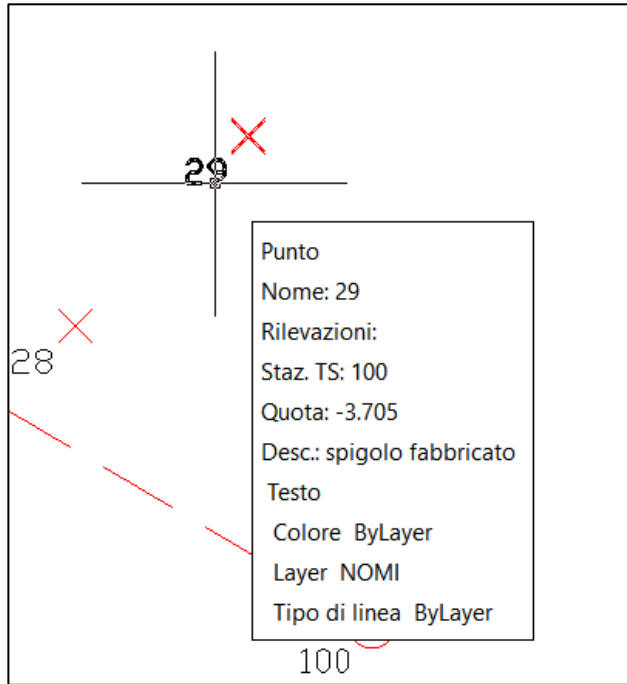

Figura 194 – Soffermandosi con il mouse sopra il nome o il simbolo di un punto, ne vengono mostrate tutte le informazioni rilevanti.
- 3. Visualizzazione al passaggio del mouse:** questo riquadro della finestra *Preferenze* (Figura 192 in basso) permette la visualizzazione delle informazioni dei punti al passaggio del mouse sopra il nome o il simbolo. Compiendo questa azione, infatti, appare la vignetta di Figura 194 che riporta tutte le informazioni rilevanti del punto di cui alle opzioni presenti in finestra che si desidera selezionare, vale a dire: